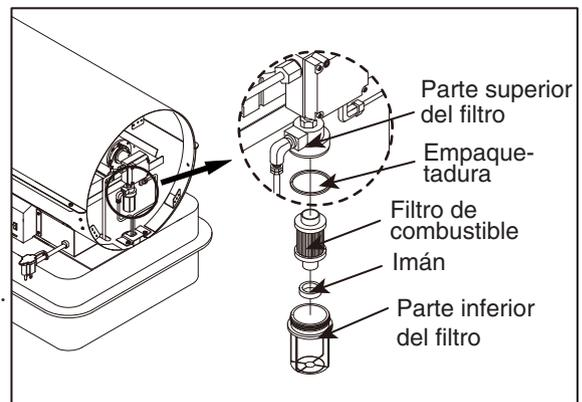

Figura 15. Filtro de la Bomba de Combustible
- Retire el filtro de combustible, la empaquetadura y el imán de la parteinferior del filtro (consulte la Figura 15).